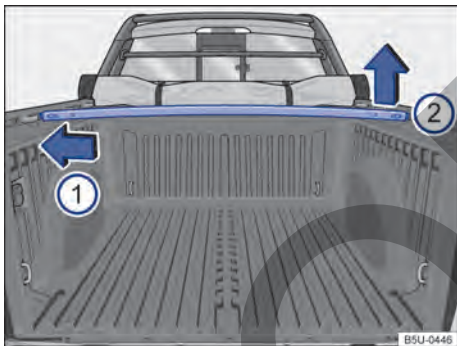

Fig. 56 Travesaños en el compartimento de carga: desmontar y montar.
- Para desmontar, presionar el travesaño del lado izquierdo en el sentido de la flecha → **fig. 56 (1)** y retirar el travesaño de su alojamiento por el lado derecho **(2)**.